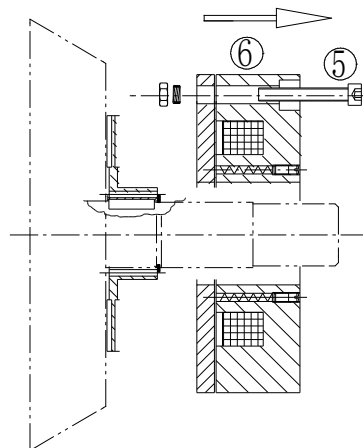

图9.3-11b
- (2) 如图 9.3-11b，旋出制动器安装螺钉⑤，取下制动器⑥；